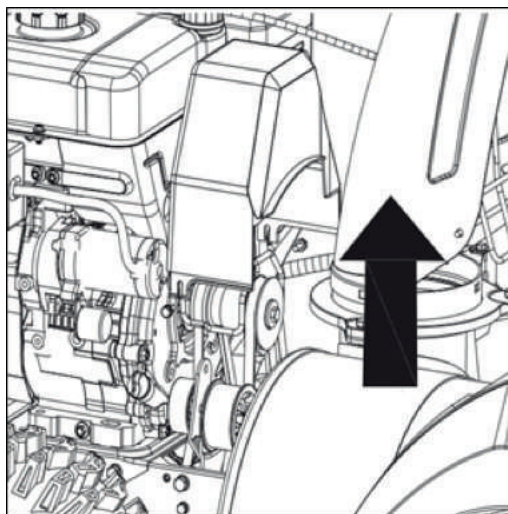

Рис. 29
1. Снимите крышку ремня безопасности в передней части двигателя, открутив два самореза. См. рисунок 29.